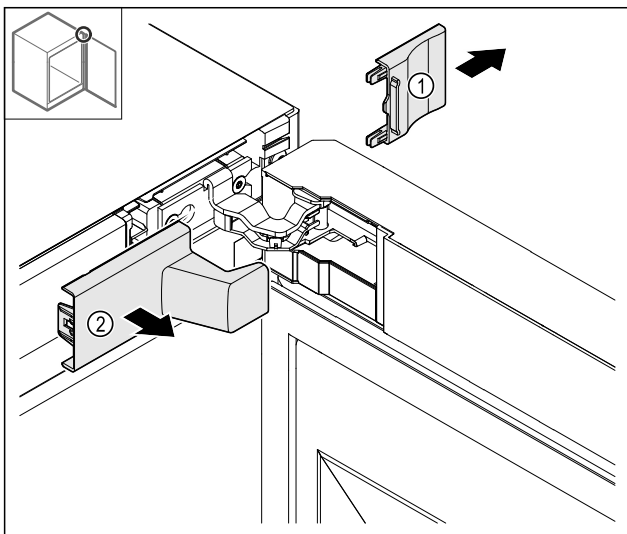

Fig. 14
- ▶ Vegye le a fedelet Fig. 14 (1), majd a fedelet Fig. 14 (2).